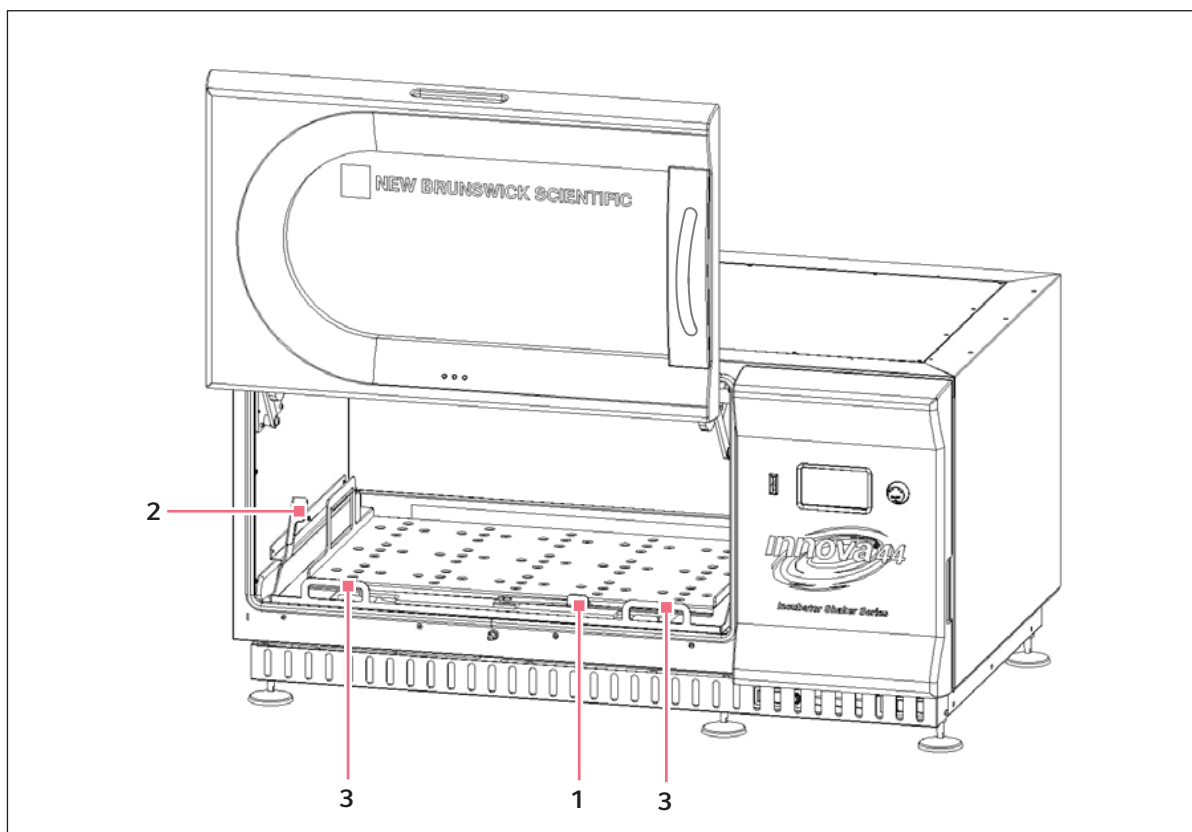

Fig. 8-2: Instalar plataforma deslizante
1. Com referência à imagem em baixo (aqui Fig. 8-2 na pág. 42), posicione a plataforma na subplataforma certificando-se que os dois orifícios na traseira da plataforma estão inseridos debaixo dos blocos da subplataforma e as asas da bandeja deslizante estão no canto dianteiro voltadas para cima.